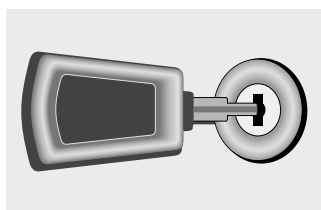

Figura 10
- El atractivo acabado de estos refrigeradores compactos incluyen llave para cerrar el refrigerador: (Figura 10).